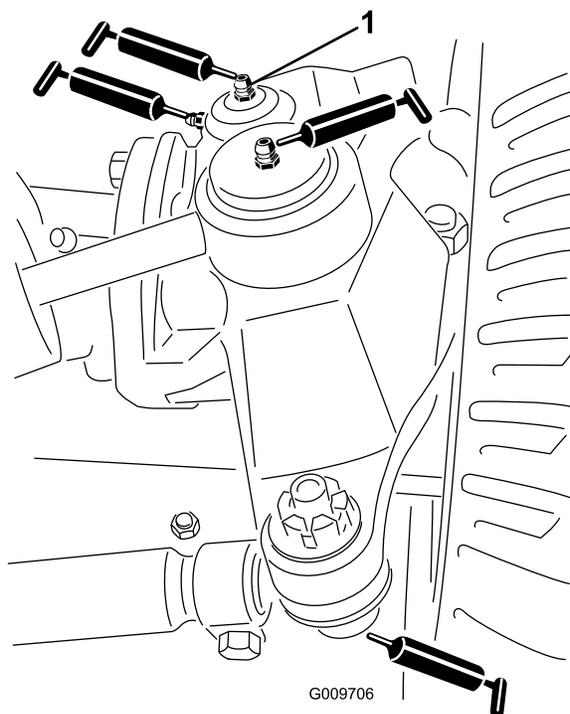

Figura 83
- Giunti a sfera del cilindro di sterzo (2) come illustrato nella Figura 83
- Giunti a sfera del tirante (2) come illustrato nella Figura 83
- Boccole del perno del fuso a snodo (2) come illustrato nella Figura 83